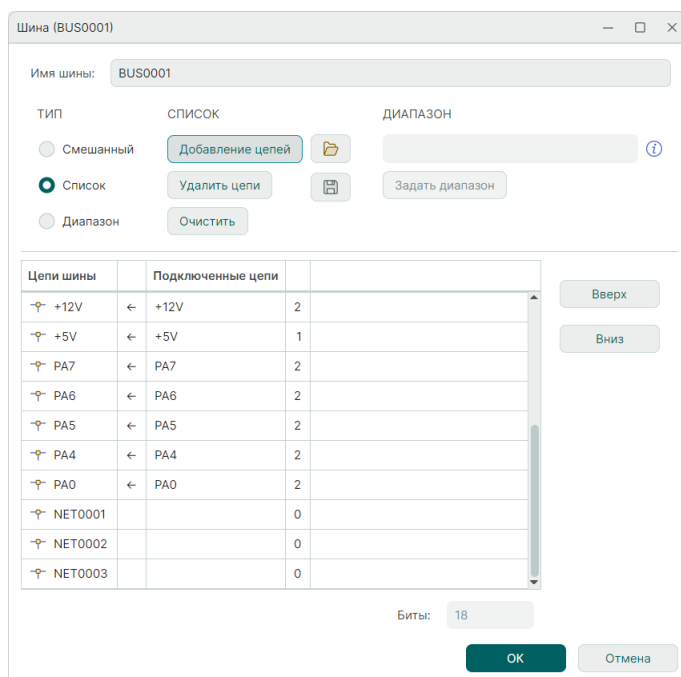

Рис. 176 Цепи, добавленные в шину через редактор списка цепей
5. Нажмите кнопку «ОК», тем самым подтверждая добавление цепей в список цепей, подключенных к шине. Добавленные цепи будут отображаться в списке цепей, подключенных к шине, в окне редактора списка цепей, см. Рис. 176.